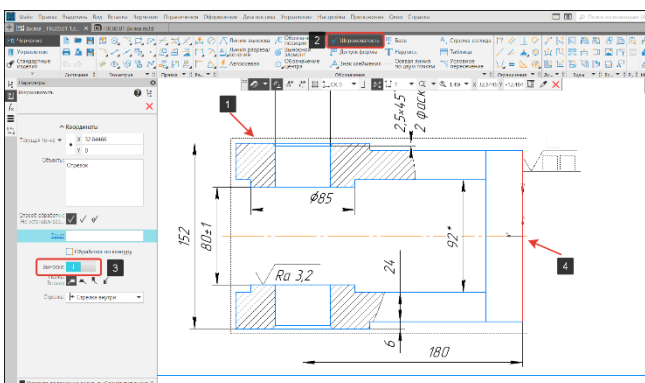

Рисунок 245 - Шероховатость на линии-выноске
- Вид, на котором выполняется команда Шероховатость, ДОЛЖЕН БЫТЬ АКТИВНЫМ (Рисунок 245);
- В панели Обозначения выберем команду Шероховатость (2) (Рисунок 245);
- В панели параметры обозначения шероховатости включим размещение знака на полке (3) (Рисунок 245);
- Первым кликом укажем объект для нанесения обозначения (4) (Рисунок 245);